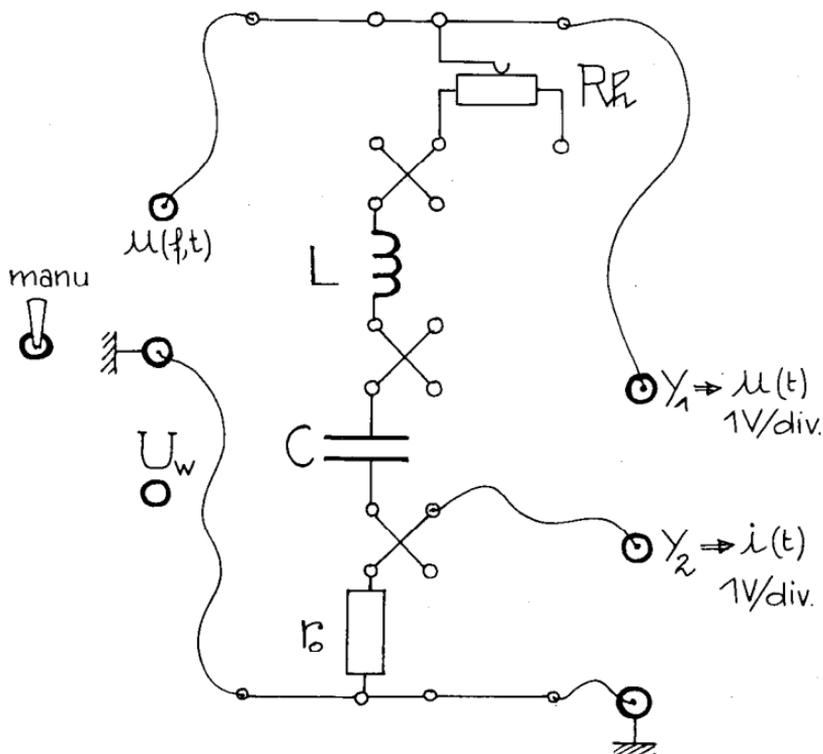

Fig. 3
B. Connexions et réglages (fig. 3).